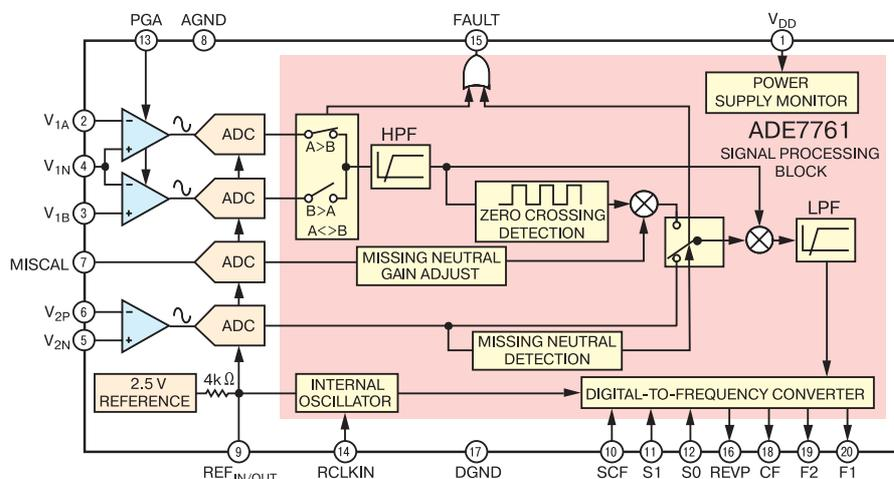

Рис. 3. Структурная схема ИМС ADE7761
Микросхема ADE7761. ИМС ADE7761 [4] является развитием ADE7760. ИМС ADE7761 дополнена весьма существенным новшеством. В ИМС обеспечивается измерение мощности даже в случае нарушения целостности нейтрального провода (режим "Missing Neutral"). При этом имитируется канал измерения напряжения и обеспечивается питание ИМС от токонесущего провода, т. е. искусственно дублируются цепи, связанные с нейтральным проводом. Структурная схема ADE7761 приведена на рис. 3.
- детектор отсутствия сигнала на выходе канала измерения напряжения ("Missing Neutral Detection" на рис. 3). При нарушении цепи нейтрального провода сигнал на выходе АЦП указанного канала будет отсутствовать, а с выхода детектора поступит команда на включение канала имитации. Канал имитации будет включен, если пиковое значение напряжения на входе канала измерения снизится до ± 59.4 мВ, что составляет 9 % от номинального напряжения ± 660 мВ;
- канал имитации сигнала напряжения, содержащий формирователь "прямоугольного колебания" стабильной амплитуды ("Zero Crossing Detection" на рис. 3), цепь калибровки и переключатель на выходе канала. "Прямоугольное колебание" представляет собой два периодически коммутируемых значения цифрового кода. Фронты "колебания" формируются в точках пересечения "нуля" выходным сигналом канала измерения тока. Частота "колебания" определяется, соответственно, частотой сети, а уровень не зависит от величины измеряемого тока. Цепь калибровки содержит: АЦП, аналогичный другим АЦП микросхемы и управляемый от общего